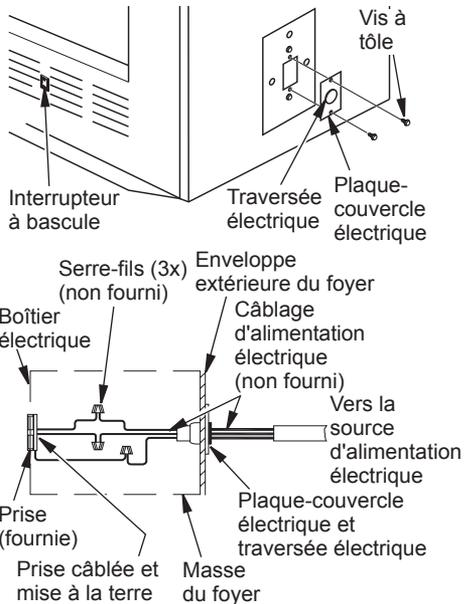

Figure 6 - Traversée électrique d'interrupteur de ventilateur
Un prêt-à-monter de ventilateur ou de souffleur pour ce foyer est offert en option (pour les modèles à circulation uniquement). L'utilisation de ventilateurs ou de souffleurs autres que ceux qui sont fabriqués par FMI PRODUCTS, LLC annulent la garantie. Le ventilateur fonctionne en appuyant sur un interrupteur à bascule (voir figure 6) situé dans le coin inférieur droit de la façade du foyer. Le souffleur fonctionne en tournant un bouton de réglage (pas illustré).
Les raccordements électriques du prêt-à-monter de ventilateur et de souffleur se font par la plaque-couvercle électrique située sur le côté du foyer comme illustré à la figure 6.
1. Enlevez la plaque-couvercle électrique et sa traversée du foyer en retirant les deux vis à tôle comme illustré à la figure 6.
3. Faites glisser les raccordements électriques dans le boîtier électrique comme illustré à la figure 6.